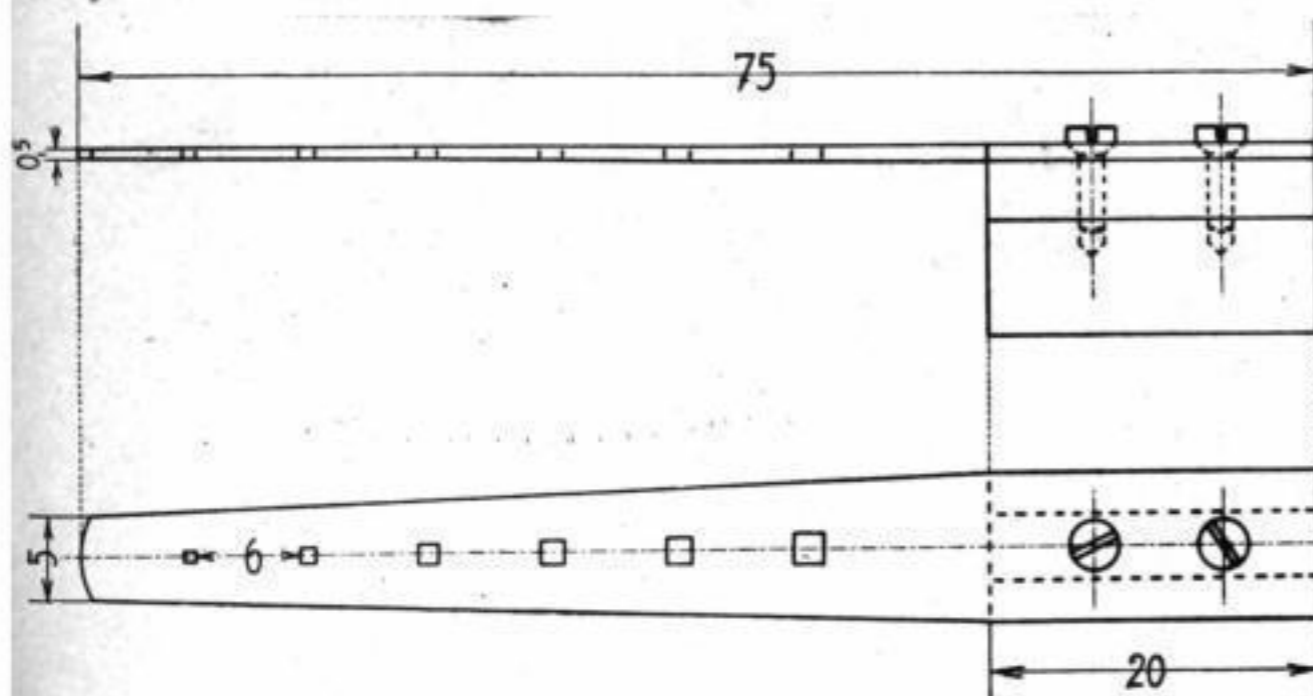

Abb. 1
1. Lehrjahr: Anfertigung eines Federhaushalters zum Anspannen der Feder, nach Abb. 1. Einspannstück Messing, Federhaushalter Stahl in der üblichen Härte. Die nicht angegebenen Maße sind dem freien Ermessen des Ausführenden überlassen. Die Verjüngung des Halters beginnt am Einspannstück; die Stärke desselben muß von